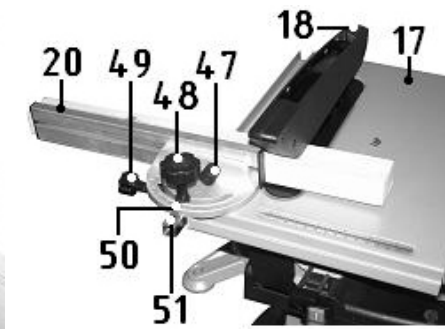

Рис. 12
11.3. Поперечное пиление (Рис.12)